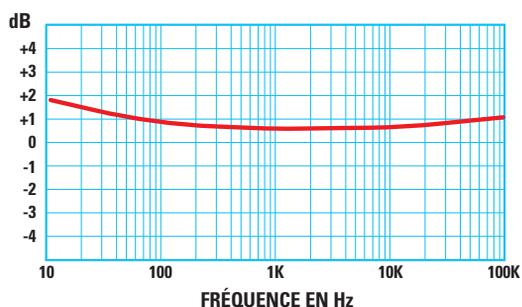
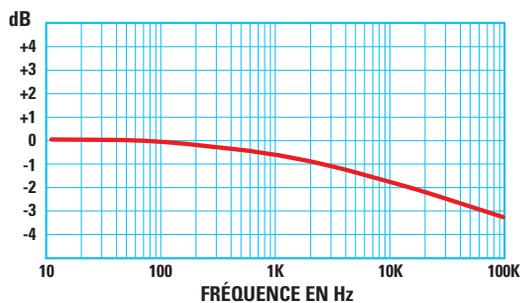

Figure 8 : Ce graphique montre comment le gain croissant vers la partie basse du spectre audio donne une impression de basses profondes.
Figure 9 : Les «aiguës» descendent graduellement et cela donne l'impression d'un son ouaté, souvent interprété comme un manque de fidélité.
Vous objecterez peut-être : «Quel rapport avec les courbes faibles ?» Le rapport est que l'oreille possède la stupéfiante capacité de percevoir des **variations**, fussent-elles **minimes**, de la réponse en fréquence, même si elle n'est généralement pas en mesure de les quantifier. Une courbe comme celle de la figure 8 qui, par exemple, n'a qu'un gain de **1,5 dB à 30 Hz**, donnera l'impression de «basses» plus profondes. La courbe simple de la figure 9, où les «aiguës» descendent de manière graduelle de **2 dB à 15 kHz**
seulement, donnera l'impression que le son est «ouaté» et qu'on a affaire à une perte de fidélité. Si l'on ajoute les réponses des figures 8 et 9, on obtient la figure 10, une courbe croissante sur les basses et en même temps tombante sur les aiguës, même peu, on aura l'impression d'un son trop riche en basses et avec peu de présence. Au contraire, la courbe de la figure 11 évoquera la perception d'un son brillant et résonant, pauvre en basses et ce avec seulement **3 dB** de différence «basses/aiguës».
**Figure 11 : Cette courbe est le contraire de celle de la figure 9 et donnera un son brillant et pauvre en «basses» et tout cela pour seulement 3 dB de différence «basses/aiguës».**